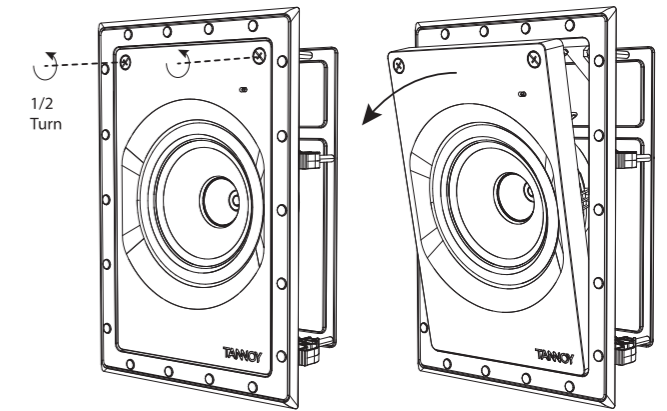

Fig. 4. Removing the Loudspeaker Assembly from the Frame
1. El conjunto del deflector del altavoz se envía dentro del marco y debe retirarse de la siguiente manera: Afloje los dos tornillos menos de media vuelta y luego incline el conjunto fuera del marco (Fig. 4). Guárdelo en un lugar seco y seguro hasta que esté listo para ser instalado.